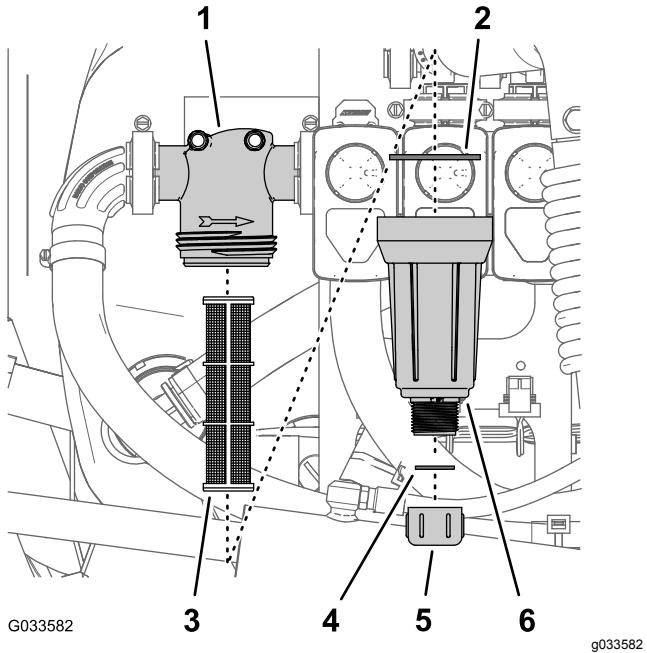

Figura 92
2. Alinhe um recipiente de escoamento debaixo do filtro de pressão (Figura 92).
3. Rode a tampa de drenagem no sentido contrário ao dos ponteiros do relógio e retire-a do recipiente do filtro de pressão (Figura 92).
4. Rode o recipiente no sentido contrário ao dos ponteiros do relógio e retire a cabeça do filtro (Figura 92).
5. Retire o elemento do filtro de pressão antigo (Figura 92).
6. Verifique a junta do tampão de drenagem (localizado no interior do recipiente) e junta do recipiente (localizado no interior da cabeça do filtro) e veja se há danos e desgaste (Figura 92).
7. Instale o novo elemento do filtro de pressão na cabeça do filtro (Figura 92).
8. Instale o recipiente na cabeça do filtro apertando à mão (Figura 92).
9. Enrosque a tampa de drenagem na união na parte inferior do recipiente e aperte bem a tampa à mão (Figura 92).